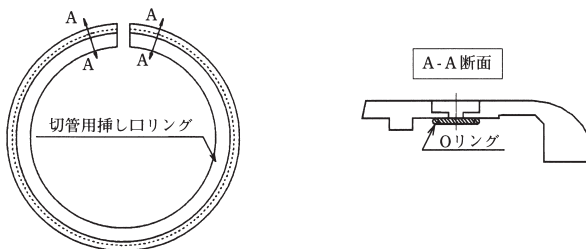

図56 切管用挿しロリング
(1) 部品の種類および確認
- ① 切管用挿し口リング(図56)のねじ穴位置にOリング(2ヶ所)が付いていること、異物の付着がないことを確認する。Oリングが外れている場合は、シアノアクリレート系接着剤で取り付ける。
- ②十字穴付きタッピンねじ（図56）にシールゴムが付いていることを確認する。